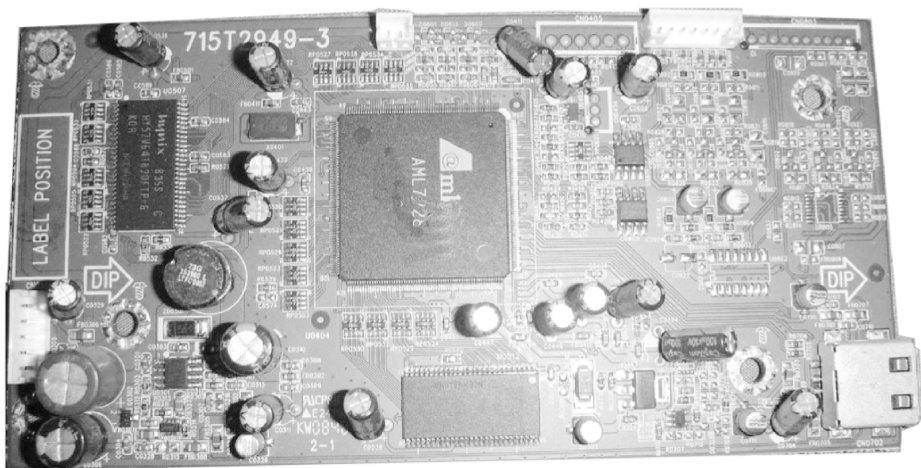

图 4-18 USB 板
9) 用户可以将 USB 设备通过 USB 板组件连接起来, 使本机成为信息交换的中心。图 4-18 所示为长虹 LT42510FHD 型液晶电视所用的 USB 板实物。